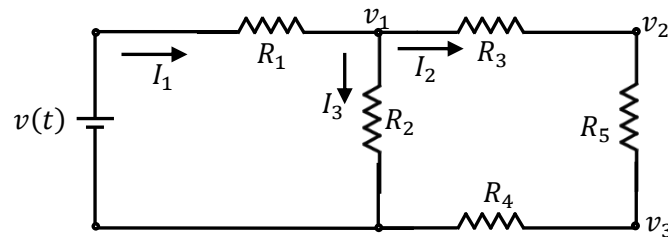

Figura 4.- Circuito resistivo
2. Para el circuito de la figura 4, obtén voltajes y corrientes indicadas.
3. Los cálculos de corrientes y voltajes de la figura 4 utilizando las leyes de Kirchhoff y la ley de ohm.